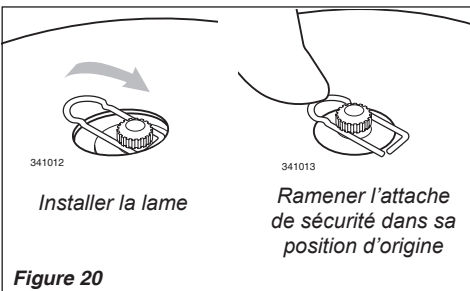

Figure 20
3. Placer la lame sur l'attache de sécurité puis le centrer sur la bride du support A. Voir figure 20.